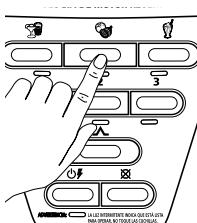

Fig. 20
- Presione uno de los tres botones de los programas inteligentes adecuado para su receta (Fig. 20).